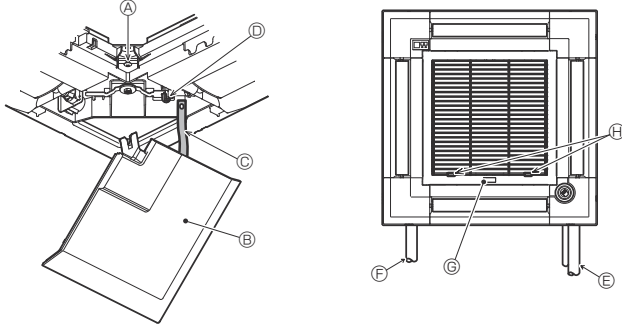

Fig. 7-12
7.5. Giriş ızgarasının takılması (Fig. 7-12)